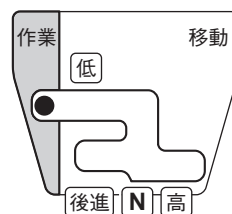
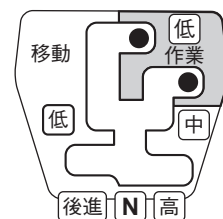

図 3-14 変速レバー (標準・Z仕様)
図 3-15 変速レバー (Z2仕様)
2. ミニ耕うん機を耕す場所に移動させ、変速レバーを「作業」位置にします。(図 3-14、図 3-15)